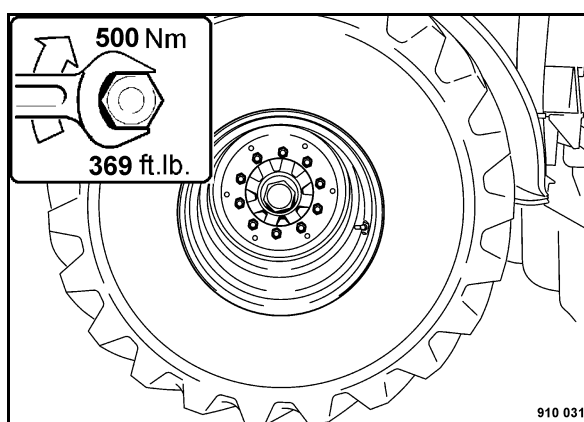

Bild 44
- Neues Rad (Bild 44) aufsetzen und Radmuttern über Kreuz mit 550 Nm (405 ft. lb.) anziehen.